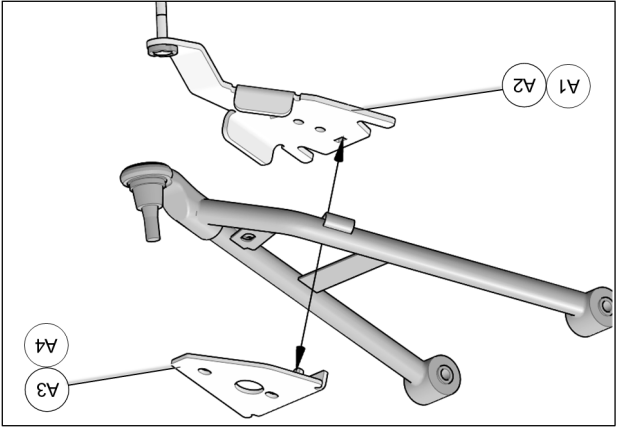

Fig. 16
5. Positionner la partie inférieure de l'ancrage anti-rotation (A1-A2) sous le bras de suspension inférieur. Positionner la partie supérieure (A3-A4) au-dessus du bras de suspension de façon à ce que le tenon de la partie pliée s'aligne dans l'ouverture de la partie inférieure. Voir la Fig. 16